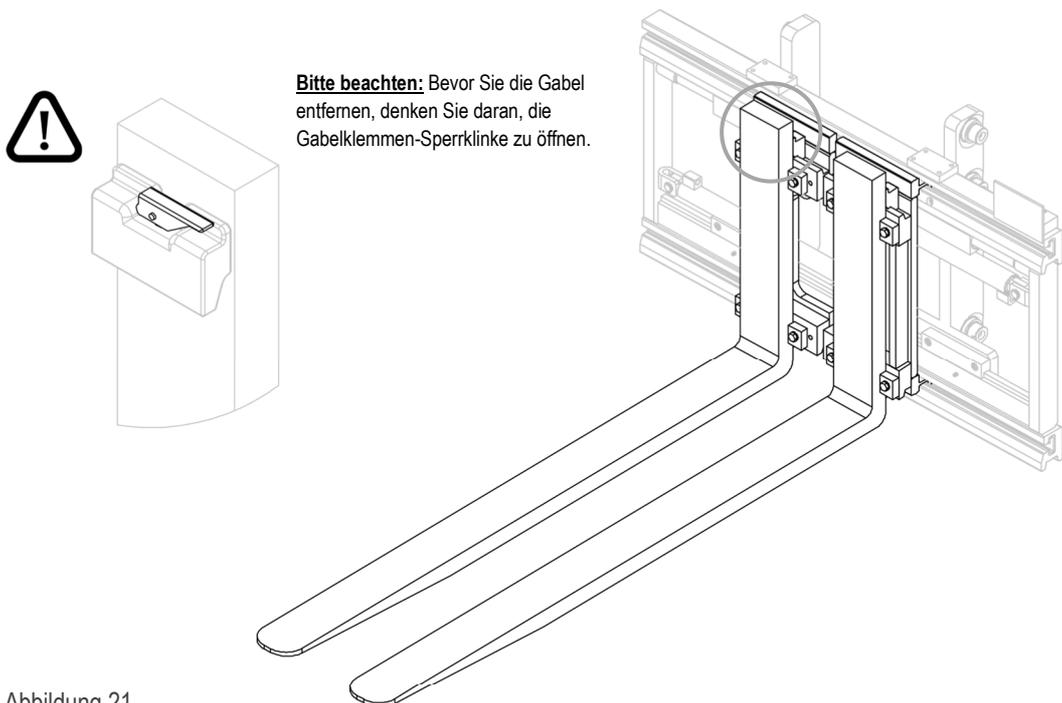
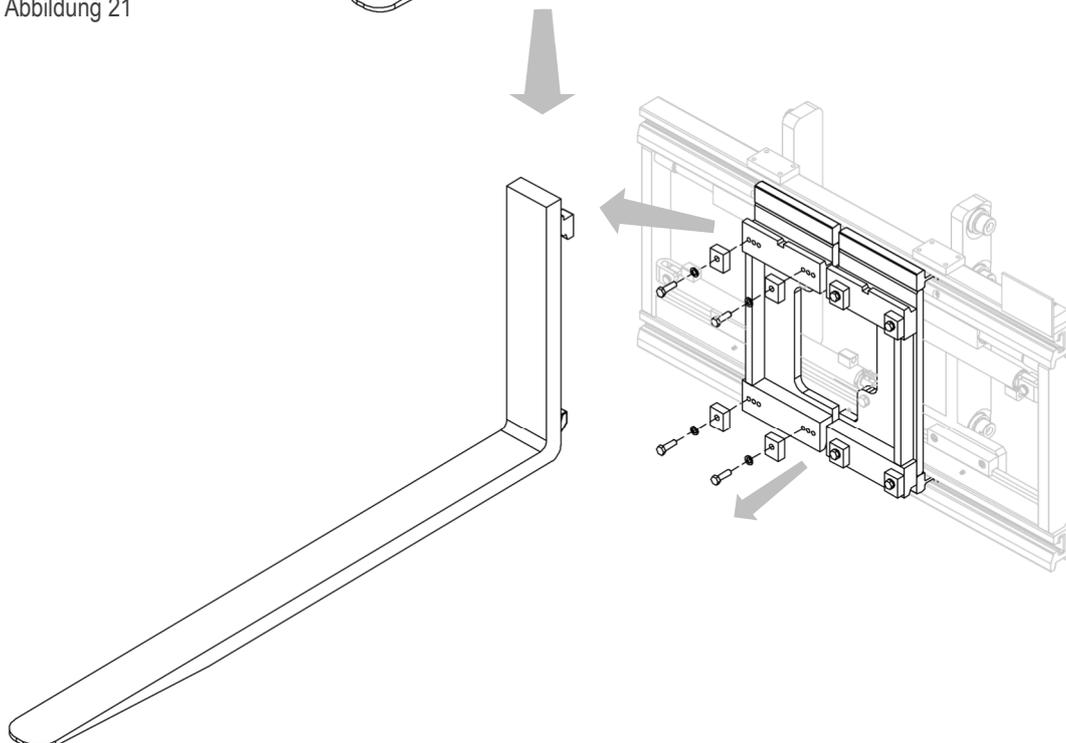

Abbildung 21
Abbildung 22
2. Entfernen Sie die Gabeln, nachdem Sie die entsprechenden Gabelklemmen entfernt haben (siehe *Abbildung 21* und *Abbildung 22*).